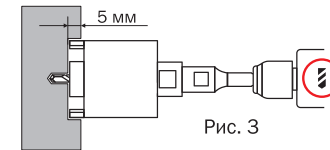

Рис. 3
6. Включите дрель на рекомендованные обороты. Направляя центровочное сверло в заранее сделанное отверстие, сделайте запил алмазной коронкой приблизительно на 5 мм (Рис. 3)